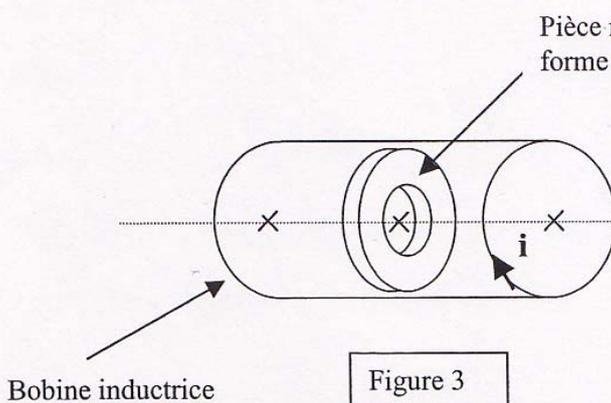
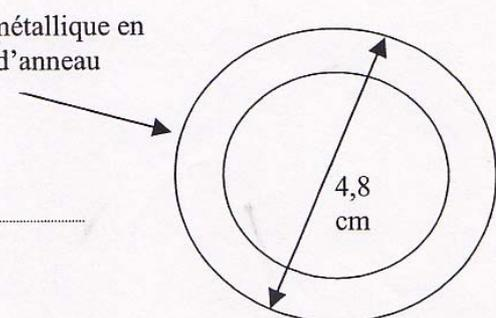

Figure 3
Figure 4
On place ensuite une pièce métallique (en forme d'anneau, considérée comme une spire de diamètre 4,8 cm ; Voir figure 4 - page 5/5) au centre de la bobine précédente (figure 3 - page 5/5). On précise que les axes de la bobine et de l'anneau métallique sont confondus.
- b. On constate que la pièce est parcourue par un courant. Expliquer clairement l'origine de ce courant. On précisera également sur la figure 3 (page 5/5 à rendre avec la copie) le sens conventionnel du courant induit dans l'anneau métallique